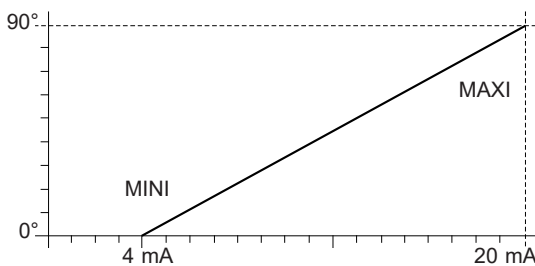

Fig. II.5
- Chaque point est défini par 2 coordonnées : signal / position angulaire. Exemple : 0° à 4 mA pour le mini et 90° à 20 mA pour le maxi (réglage usine - cf Fig. II.5).